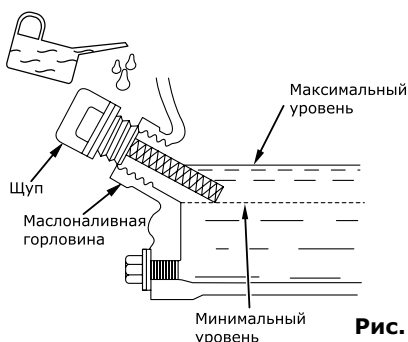

Рис. 9
- Залейте масло до нужного уровня по меткам на щупе или краю маслосаливной горловины (рис. 9).